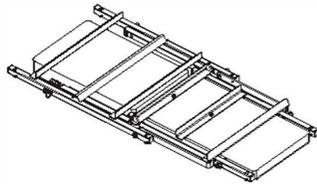

Fig. 1
1. Coloque las secciones de la enredadera boca abajo, dispuestas como se muestra en la Fig. 1 (tenga en cuenta la orientación de la sección central).